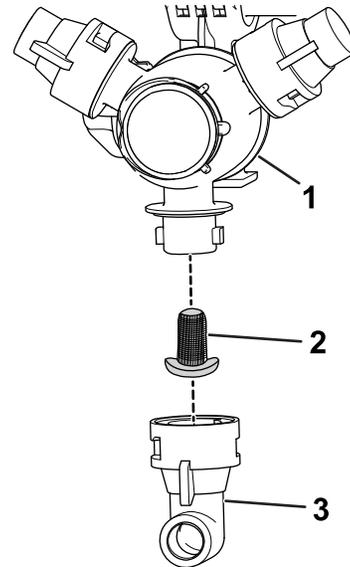

図 61
2. タレットからノズルを外す 図 61。
3. 古いノズルフィルタ 図 61 を外す。
4. 新しいノズルフィルタを取り付ける 図 61。
5. タレットにノズルを取り付ける 図 61。